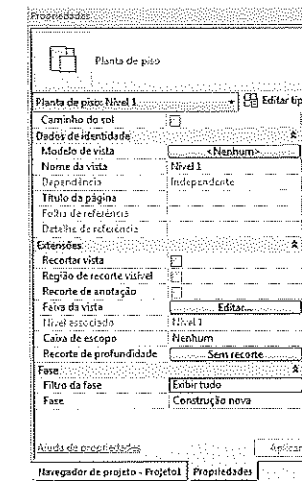

Figura 19.66 – Fases da vista.
- **Propriedade Fase:** é o nome da fase da vista. Ao criar ou abrir uma vista, ela automaticamente tem uma fase aplicada. Ao iniciar um projeto, a fase aparece como **Construção nova**, Figura 19.66.